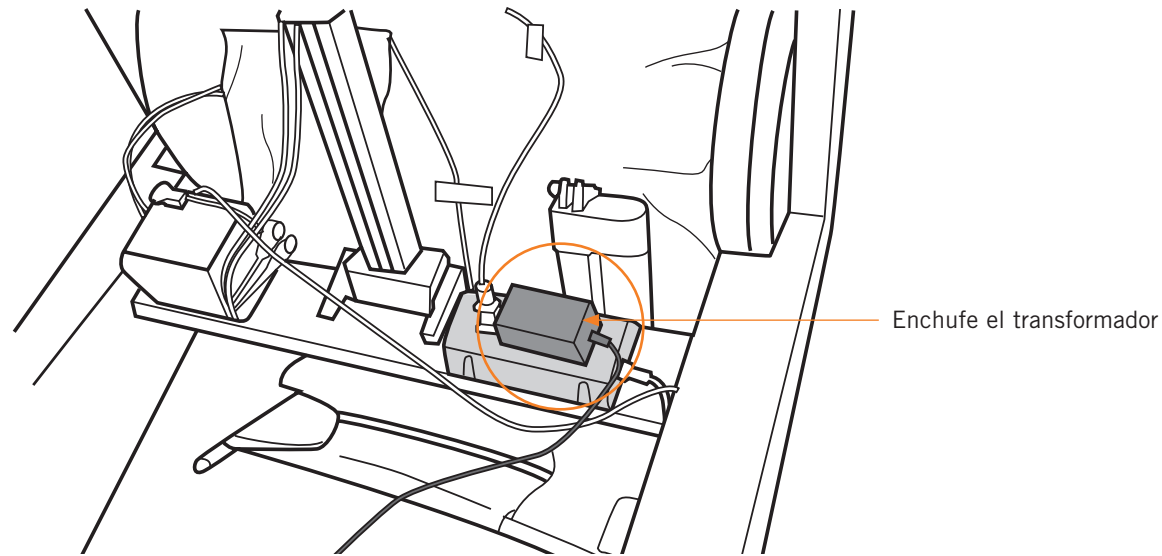

Fig.13
6. P6. Enchufe el transformador a la toma derecha del receptáculo de la unidad de alimentación (Fig.13).